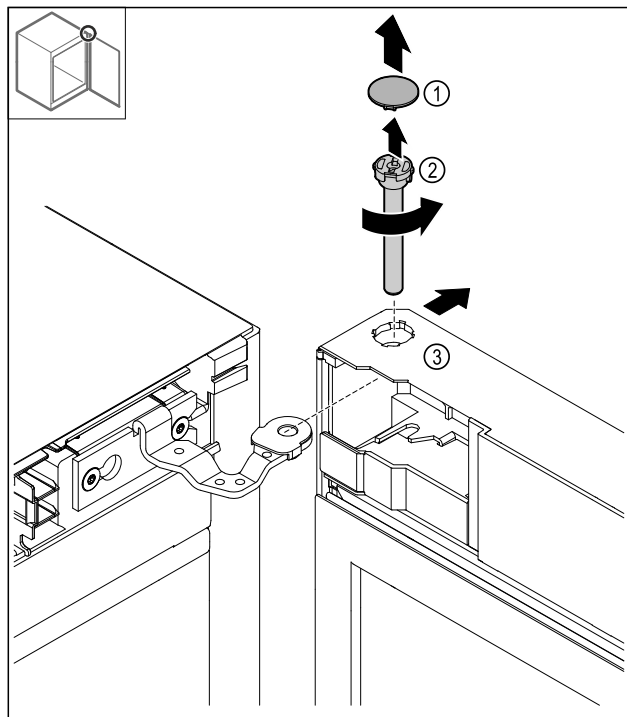

Fig. 18
- ▶ Skinite poklopac Fig. 18 (1).
- ▶ Odvrnite svornjak Fig. 18 (2) nalijevo i izvucite ga.
- ▶ Lagano nagnite vrata Fig. 18 (3).